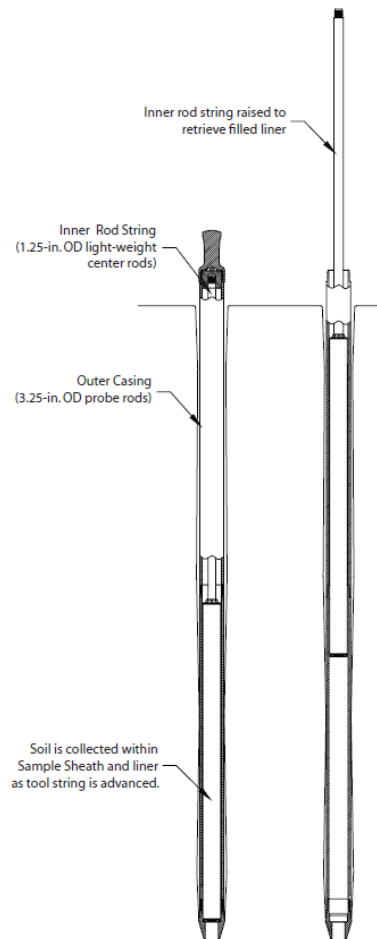
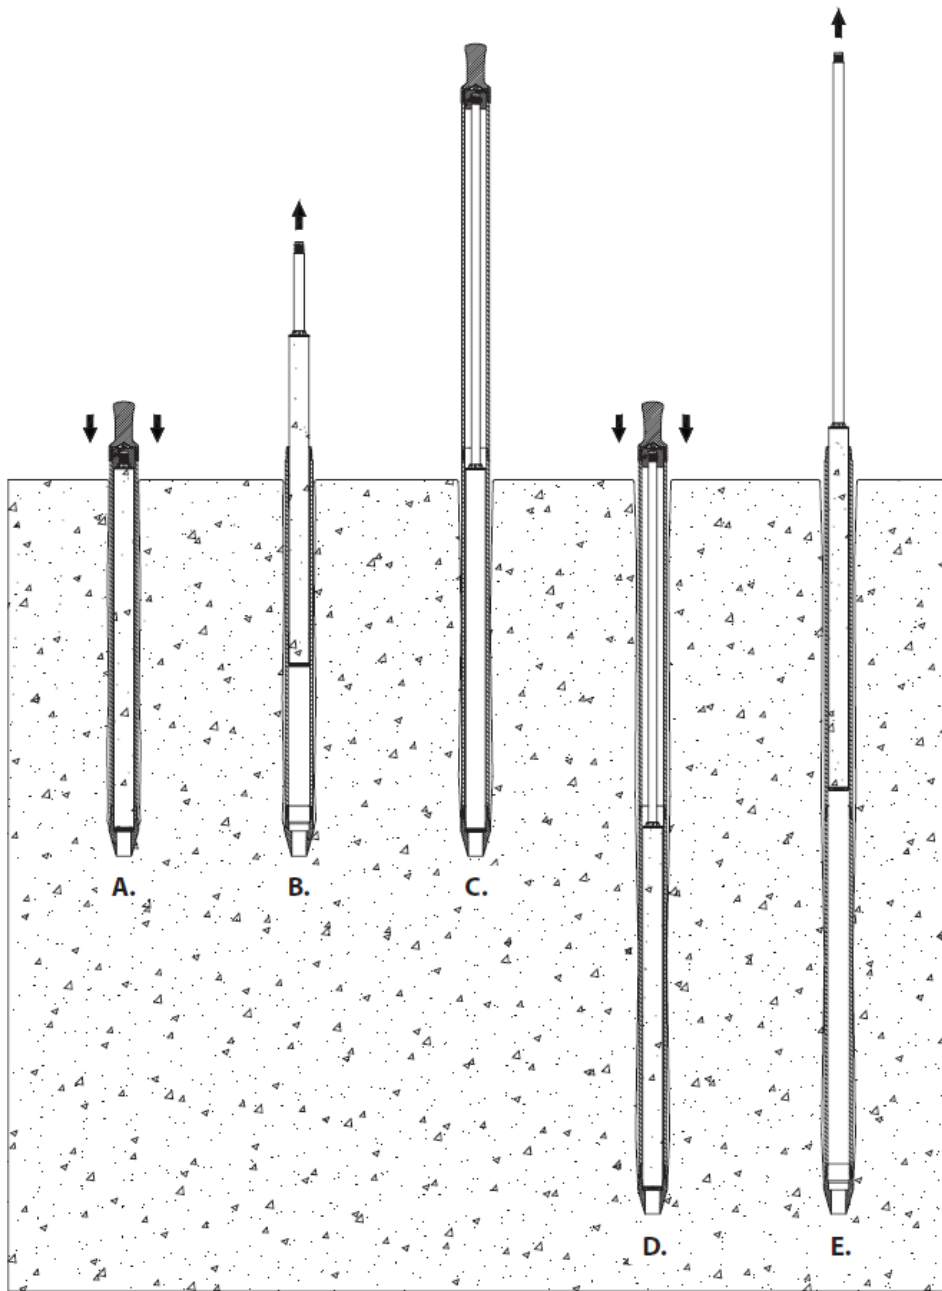

Abbildung 3: DualTube-Probenahmesystem
Abbildung 4: Linersondierung mit dem DualTube-Probenahmesystem
Das Geoprobe™ Dual-Tube-Verfahren arbeitet mit Linern im Durchmesser von 32 bzw. 50 mm. Diese werden zusammen mit einem Innengestänge in einem Sondiergestänge platziert (vgl. Abbildung 3). Das Probenahmesystem wird schlagend vorgetrieben (Abbildung 4 (A)). Mittels des Innengestänges wird der Liner geborgen (B). Ein neuer Liner wird zusammen mit dem Innengestänge in dem Sondiergestänge platziert (C). Durch Aufsetzen weiterer Segmente des Sondier- und Innengestänges wird das Probenahmesystem weiterschlagend vorgetrieben (D). Die Probe kann nun durch Weiterrammen mit der geöffneten Sonde gewonnen werden (D). Mittels des Innengestänges wird erneut der Liner geborgen (E).